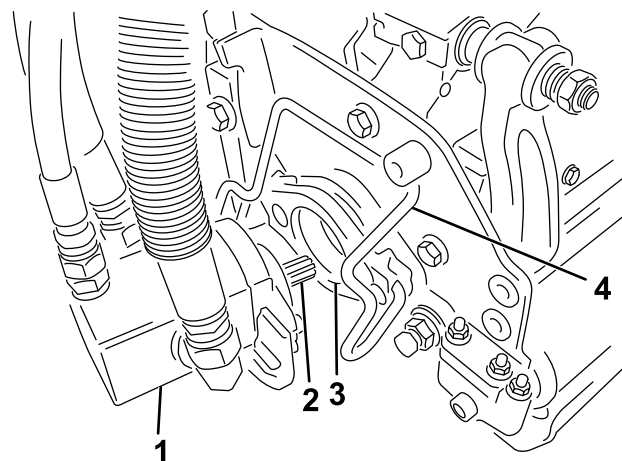

Figure 13
7. Enduisez de graisse propre l'arbre cannelé du moteur de plateau de coupe (Figure 13).
8. Insérez le moteur dans le côté gauche du plateau de coupe (vu de la position de l'utilisateur) et tirez la barre de retenue du moteur située sur le plateau de coupe vers le moteur jusqu'à ce qu'un déclic soit entendu des deux côtés du moteur (Figure 13).